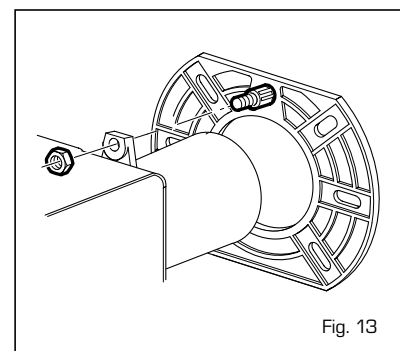

Fig. 13
Om de verbrandingskop af te stellen moet u de brander demonteren door de op fig. 13 afgebeelde moer los te draaien. Demonteer de verbrandingskop door de beide schroeven aan de zijkant, waarmee de kop aan de ring geklemd is, los te draaien. Stel de verbrandingskop met behulp van een schroevendraaier af zoals afgebeeld op figuur 6/b en houd daarbij de in de tabel vermelde standen aan.
stukhouder op een temperatuur van 65°C te krijgen. Is deze temperatuur bereikt dan zal de thermostaat, die boven het voorverwarmingsapparaat [1 fig. 13/b] geplaatst is, toestemming geven voor het starten van de brander. Het verwarmingsapparaat zal net zolang in werking blijven als de brander en stoppen zodra de brander stopt.
Om de brander van het deurtje van de ketel te demonteren moet de moer verwijderd worden (fig. 13).
- doe de kap van het toestel die door een schroef op zijn plaats gehouden wordt open, maak de kabels van het verwarmingsapparaat (1 fig. 13/a) die door een hittebestendige mantel beschermd worden los en laat ze, nadat u de betreffende kabeldoorvoer verwijderd heeft, door het gat lopen;
- maak de fitting (2 fig. 13/a) los en draai de vier schroeven waarmee de ring (3 fig. 13/a) aan de brander bevestigd is eruit.